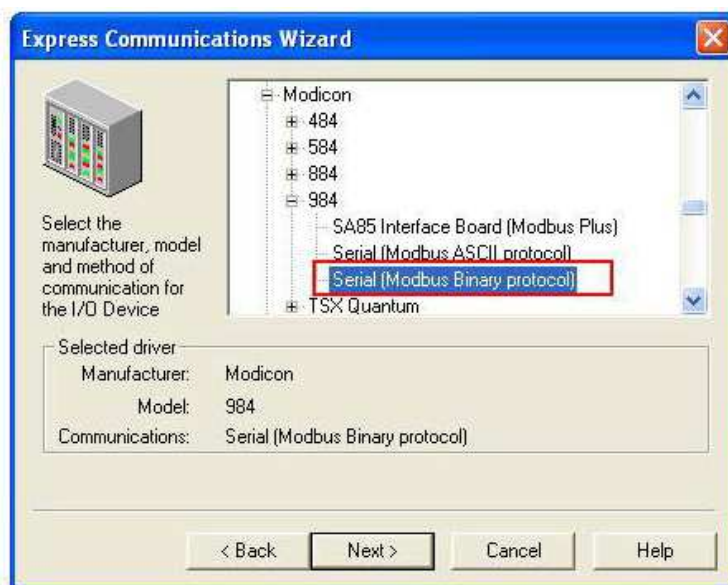

Рис. 16
3.2. Так как соединение между устройствами будет осуществляться не по Ethernet сети, а через последовательный порт, то в разделе **Select Drivers** → **Modicon** необходимо выбрать **984** → **Serial Modbus** (Рис. 16). Нажмите **Next**.